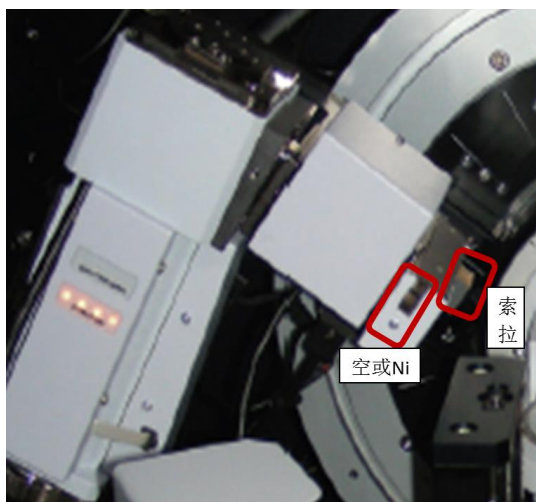

图 4-3
4.2 硬件准备：X 光管入射端及探测器端都安装 2.5 度(需要高强度则用 4, 5.1 度)的索拉狭缝，入射端最右侧固定狭缝位置不用添加任何狭缝，但是探测器前面的狭缝位置需要放上 Ni 吸收片来吸收  $K\beta$  峰。否则图谱多出  $K\beta$  的衍射峰，干扰正常的寻峰、判断。如果样品中含有较多的 Ni 元素，则要将 Ni 吸收片放到入射端固定狭缝位置。（图 4-3）。